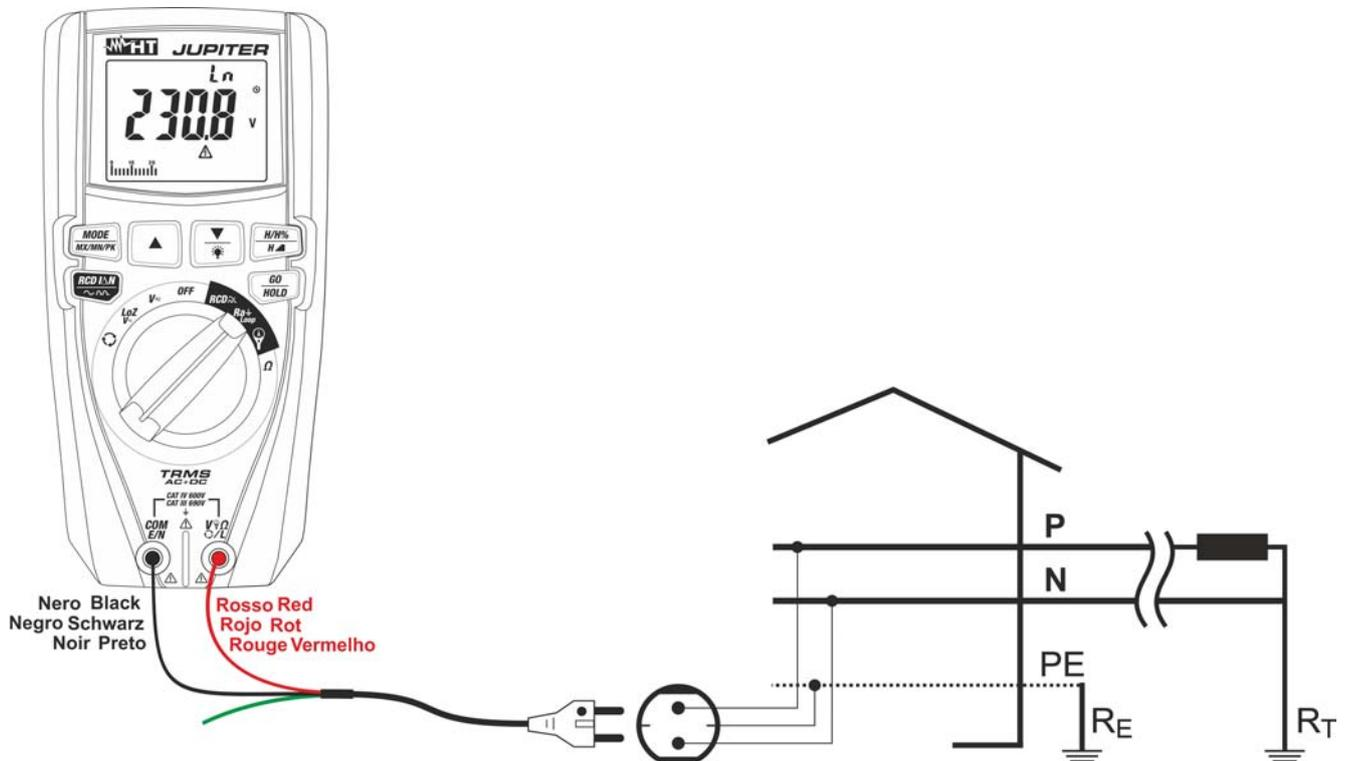

Abb. 25: Verwendung des Geräts zur Messung der Schleifenimpedanz Loop L-N mit Schuko Kabel
7. Zur Messung der Schleifenimpedanz L-N, falls das Kabel mit Schuko Eurostecker benutzt wird, verbinden Sie den roten Leiter mit der Eingangsbuchse $V_{\Omega} \text{L}$ und den schwarzen Leiter mit der Eingangsbuchse **COM/E/N**, und verbinden Sie das Gerät mit dem zu messenden Kreis (siehe Abb. 25). Der Spannungswert Phase-Neutral erscheint auf dem Display.